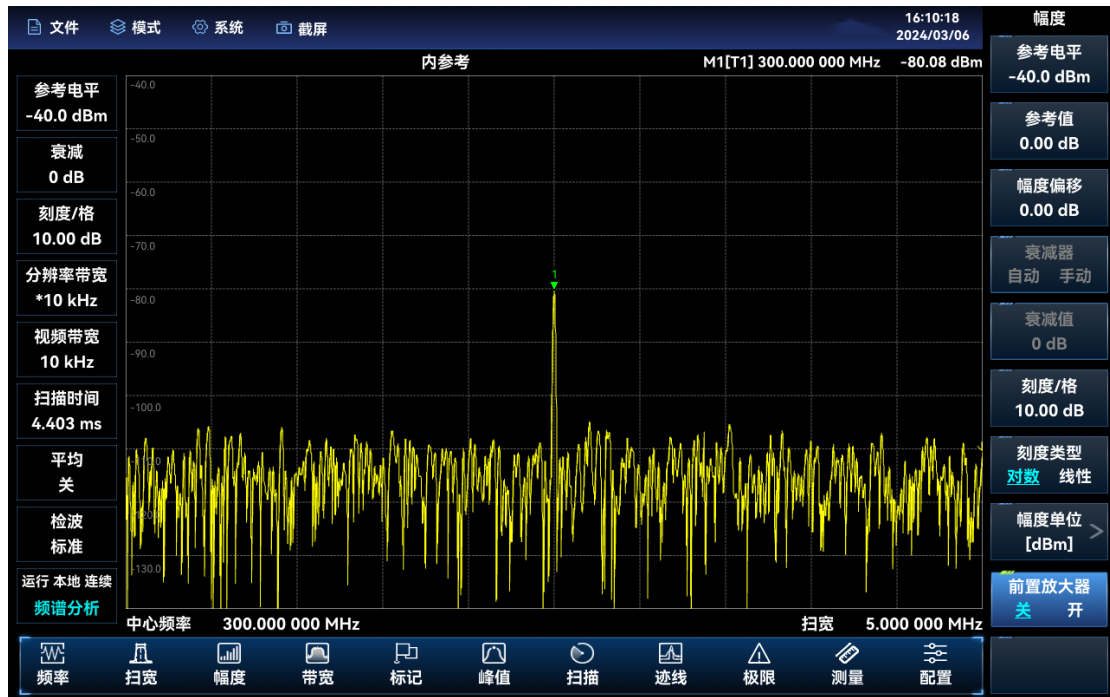

图 3.23 减小分辨率带宽测量小信号
- 如图 3.23 所示，因为噪声基底降低了，可以看到信号逐渐变得清楚了。